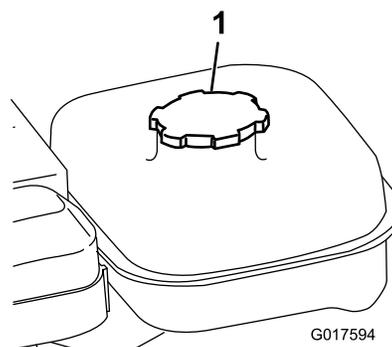

图21
1. 清理燃油箱盖附近的区域从油箱上取下盖子图21。油箱加油时油位不得超过过滤网的底部。